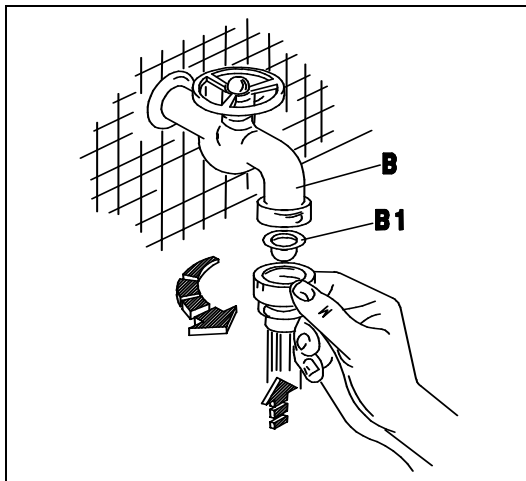
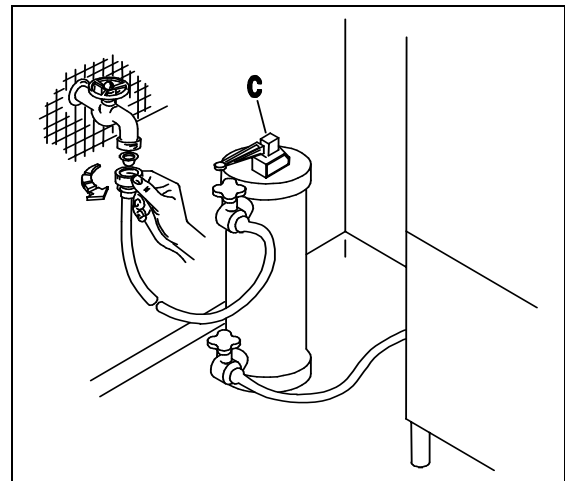
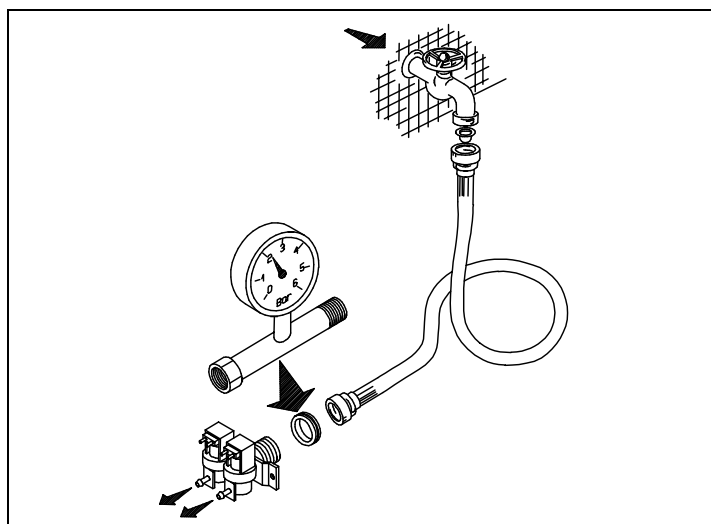
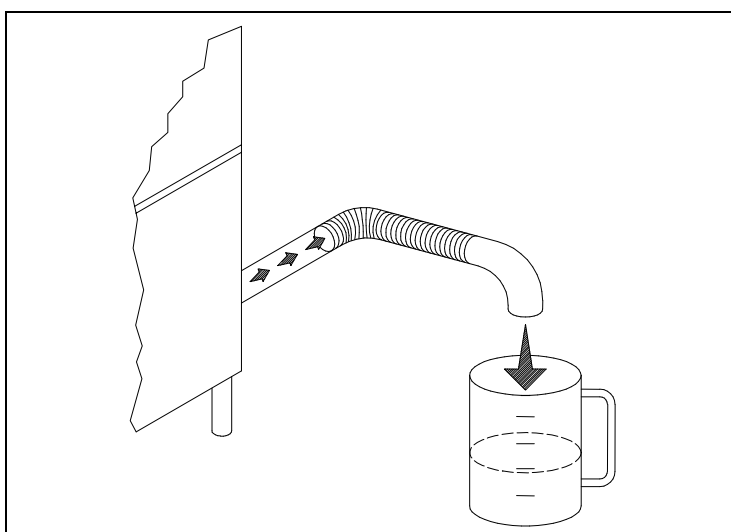

Fig. 2-2
Fig. 2-3
Fig. 2-4
Fig. 2-5
- L'apparecchio è previsto per l'allacciamento all'acqua fredda o calda (max 50 ÷ 55°C), con una pressione a valvola aperta come indicato nella Tab. 2-1. In caso di pressione superiore alla massima consigliata, bisogna installare un riduttore di pressione. In caso di pressione inferiore alla minima consigliata, bisogna installare una pompa di aumento pressione di max 0.5 Hp, con una portata di 20 L/min ed una prevalenza di 15÷20 mt.. Il controllo della pressione deve essere effettuato all'ingresso dell'elettrovalvola (ved. fig.2-4). La condotta dell'acqua deve avere un diametro interno di almeno 16/18 mm (ved.fig.2-5). Collegare il tubo di carico acqua dell'apparecchio ad un rubinetto d'intercettazione (B),posto preferibilmente nelle immediate vicinanze dell'apparecchio, interponendo l'apposito filtro in dotazione (B1) (ved. fig.2-2). Si consiglia l'installazione di un decalcificatore (C) (non in dotazione), montato a monte dell' elettrovalvola della macchina (ved.fig.2-3).
- The appliance is designed for connection to the cold or hot water supply (max. 50 55°C) at a mains pressure with the valve open as shown in Table 2-1 and a minimum output of 10 litres/min. If pressure exceeds the maximum, fit a pressure reducer. If pressure is lower than the minimum, fit a pressure booster pump of max. 0.5 HP, with an output of 20 litres/min. and a head of 15-20 metres. Pressure must be measured at the solenoid valve inlet (see fig. 2-4). The water pipes must have an internal diameter of at least 16/18 mm (see fig. 2-5). Connect the appliance water supply pipe to a cut-out tap (B), preferably placed close to the appliance, fitting the special filter provided (B1) (see fig. 2-2). We recommend fitting a water softener (C) (not provided) upstream from the machine solenoid valve (see fig. 2-3).
- Das Gerät ist für den Anschluss an Warm-und Kaltwasser (max. 50-55°C) vorgesehen, wobei der Druck bei offenem Ventil dem in Tab. 2-1. Bei höherem Druck als dem empfohlenen einen Druckminderer installieren. Bei niedrigeren Druck als empfohlen eine Druckerhöhungspumpe mit max. 0,5 PS , einer Förderleistung von 20l/min und einer Förderhöhe von 15-20m installieren. Die Druckkontrolle muss am Eingang des Elektroventils erfolgen (siehe Bild 2-4). Die Wasserleitung muss einen Innendurchmesser von mindestens 16/18 mm aufweisen (siehe Bild 2-5). Den Zulaufschlauch des Gerätes an einen möglichst nahegelegenen Wasserhahn (B) anschliessen und den vorgesehenen Filter (B1) anbringen (siehe Bild 2-2). Der Einbau eines Etkalkers (C) wird empfohlen; dieser gehört nicht zur Ausstattung und muss vor dem Elektroventil der Maschine eingebaut werden. (siehe Bild 2-3).
- L'appareil peut être raccordé à l'eau froide ou chaude (50:55°C max) à une pression, soupape ouverte, comme indiqué dans le Tableau 2-1. Si la pression dépasse la pression maximum conseillée, il faut installer un réducteur de pression. Si la pression est inférieure à la pression minimum conseillée, il faut installer une pompe pour faire augmenter la pression de 0,5 Hp max., à un débit de 20 litres /min et à une hauteur d'élévation de 15-20 m. Le contrôle de la pression sera effectué à l'entrée de l'électrovanne (voir fig. 2-4). Les conduites d'eau auront un diamètre interne d'au moins 16/18 mm (voir fig. 2-5). Raccorder la conduite d'arrivée de l'eau de l'appareil à un robinet secondaire (B), installé si possible tout près de l'appareil, après avoir intercalé le filtre spécial fourni (B1) (voir fig. 2-2). Nous conseillons d'installer un adoucisseur (C) (non fourni) qui sera monté en amont de l'électrovanne de la machine (voir fig. 2-3).
- Este aparato se puede alimentar con agua caliente o fría (máx. 50 ÷ 55°C); la presión del agua con válvula abierta está indicada en la Tabla 2-1. En caso de que la presión fuera superior a la máxima que se aconseja, instale un reductor de presión; si fuera demasiado baja, instale una bomba de aumento de presión de 0,5 Hp (máximo), con un caudal de 20 litros por minuto y una altura de elevación de 15 a 20 m. El control de la presión se debe efectuar en la entrada de la electroválvula (véase fig. 2-4). La tubería del agua debe tener un diámetro interior de 16-18 m. por lo menos (véase fig. 2-5). Conecte el tubo de alimentación del agua del aparato a un grifo de paso (B), que irá montado preferentemente muy cerca del aparato, tras interponer el filtro (B1) del equipamiento base (véase fig. 2-2). Es aconsejable instalar un descalcificador (C) (que no forma parte del equipamiento base). El descalcificador irá montado antes de la electroválvula de la máquina (véase fig. 2-3).
- O aparelho é predisposto para ser alimentado com água fria ou quente (máx 50-55°C), com uma pressão, com a válvula aberta, como indicado na Tab. 2-1 e com um fluxo de 10 lt/min. No caso de uma pressão superior à máxima indicada, é necessário instalar um redutor de pressão. No caso de a pressão ser inferior à indicada, é necessário instalar uma bomba de máx 0,5 Hp, com um fluxo de 20 lt/min. O controle da pressão deve ser efetuado na entrada da electroválvula (ver figura 2-4). O tubo de água ou mangueira deve ter um diâmetro interno de pelo menos 16/18 mm (ver fig. 2-5). Conectar o tubo de alimentação de água do aparelho à uma torneira de fechamento manual (B), colocada de preferencia proxima ao aparelho, conectando o filtro em dotação (B1) (ver fig. 2-2). Aconselha-se a instalação de depurador (filtro) de águas duras (calcário) (C), o qual não é previsto no fornecimento da máquina, montado antes da entrada da electroválvula (ver fig. 2-3).
- Het apparaat is geschikt voor aansluiting op warm of koud water (max. 50 - 55°C), met een druk bij geopend ventiel zoals aangegeven in Tab. 2-1. Bij een hogere druk dan de geadviseerde maximum druk moet er een drukregelaar geïnstalleerd worden. Bij een lagere druk dan de geadviseerde minimum druk moet een drukverhogingspomp van max. 0,5 HP geïnstalleerd worden met een opbrengst van 20 l/min en een opvoerhoogte van 15-20 m. De controle van de druk moet op de ingang van het elektroventiel gecontroleerd worden (zie afb. 2-4). De waterslang moet een inwendige diameter van ten minste 16/18 mm hebben (zie afb. 2-5). Sluit de watertoevoerslang van het apparaat aan op een afsluitkraan (B) die bij voorkeur dicht bij het apparaat geplaatst moet zijn en zet het speciale meegeleverde filter (B1) ertussen (zie afb. 2-2). Er wordt geadviseerd om een waterontharder (C) (niet meegeleverd) te installeren, die vóór het elektroventiel van de machine geplaatst moet worden (zie afb. 2-3).